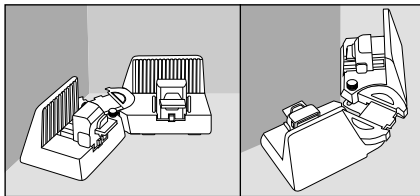

Fig. 4
- ◆ Placez l'outil dans un coin ou autour d'un angle pour mesurer un angle intérieur ou extérieur. Les bras mobiles **1** doivent appliquer bien à plat contre le mur (voir fig. 4).